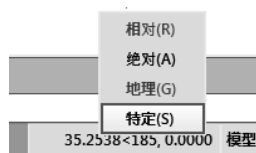

图 3-14 坐标的快捷菜单
- 在状态栏中显示坐标值的区域，右键单击即可弹出快捷菜单，如图 3-14 所示，可在其中选择所需状态。